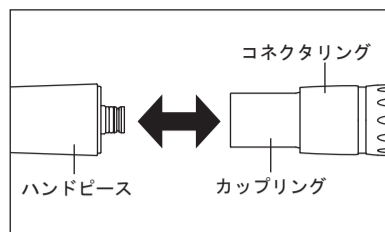

図2
- 1) ハンドピースをカップリングに真っ直ぐ挿し込みます (図2)。